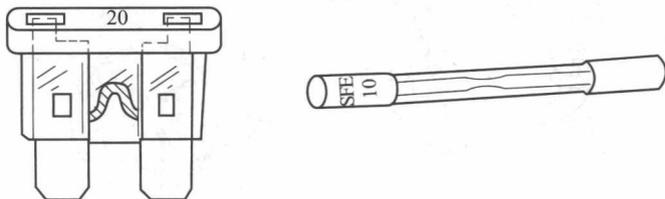

图 1-1 熔断器
① 熔断器 熔断器如图 1-1 所示,它串联在其所保护的电路中,当通过熔丝的电流超过其规定值时,熔丝发热并熔断,使电路断开,从而保护线路或用电设备不被烧坏。